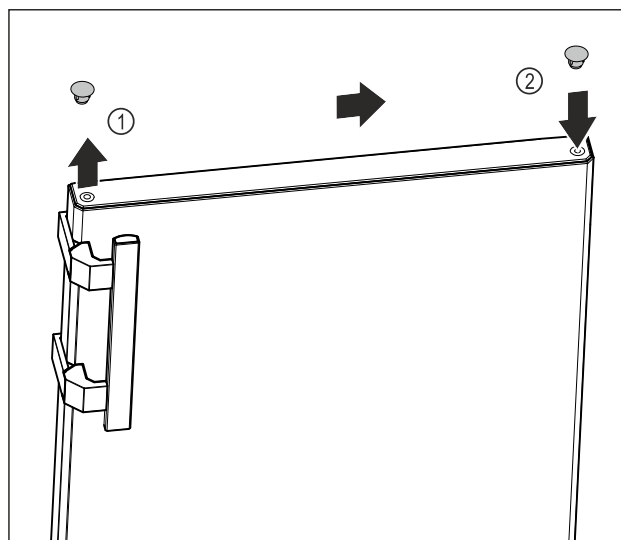

Fig. 13
- S ploščatim izvijačem previdno privzdignite pokrovni čep na zgornji strani vrat Fig. 13 (1).
- Pokrovni čep vstavite na nasprotni strani. Fig. 13 (2)